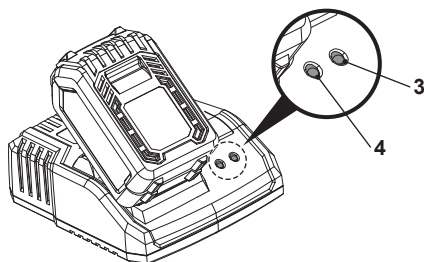

Fig. 4
Indicatoarele (3, 4) de pe încărcător (1) arată nivelul de încărcare (Fig. 4).